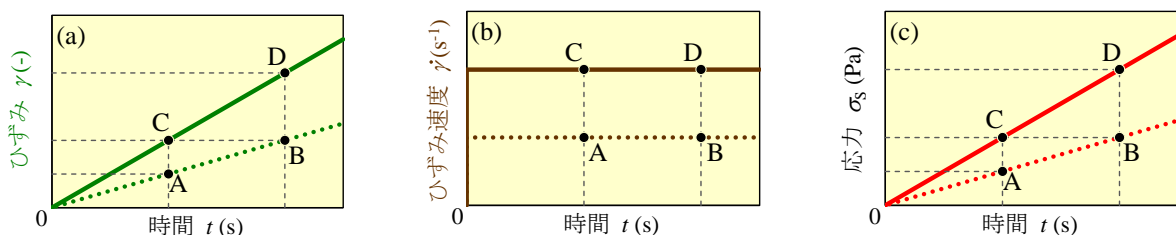
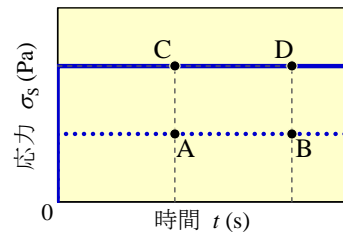

図2 定常流動における (a) ひずみと時間の関係、(b) ひずみ速度と時間の関係、および (c) Hooke弾性体の応力と時間の関係
図 5 定常流動における Newton 粘性体の応力と時間の関係
上述のバネのイメージを踏まえ、Hooke弾性体に対し、前報1)で紹介した定常流動を与えた場合を考えます。図2(a)および(b)に示したような、ひずみ速度の異なる2種類の定常流動(点線：低ひずみ速度、実線：高ひずみ速度)をHooke弾性体を与えると、図2中のA~Dにおけるひずみおよびひずみ速度の大小関係は、式①および②のようになります。また、図2(c)に示すとおり、Hooke弾性体の応力は、ひずみ同様の時間変化を示し、その大小関係(式③)もひずみと一致します。ただし、Hooke弾性体の応力は、ひずみ速度の大小とは無関係です。
ここで、前述の Hooke 弾性体と同様、Newton 粘性体に対し、図 2 (a)および(b)に示した 2 種類の定常流動を与えた場合を考えます。当然ながら、A～D におけるひずみおよびひずみ速度の大小関係は、式①および②と同じです。ただし、図 5 に示すとおり、Newton 粘性体の応力は、ひずみではなく、ひずみ速度と同様の時間変化を示し、その大小関係(式④)も、ひずみではなく、ひずみ速度と一致します。